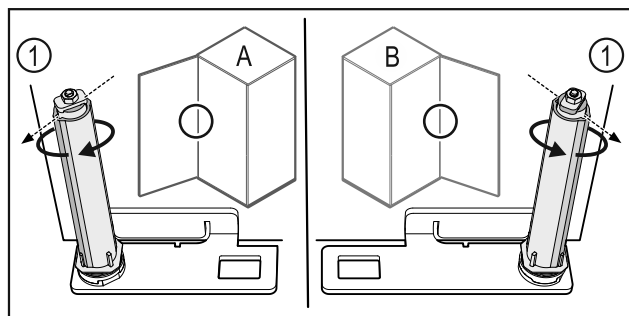

Fig. 51 Левое навешивание (A) / правое навешивание (B)
- ▶ Поворачивайте систему закрытия, преодолевая сопротивление до тех пор, пока ее ребро Fig. 51 (1) не будет направлено наружу.